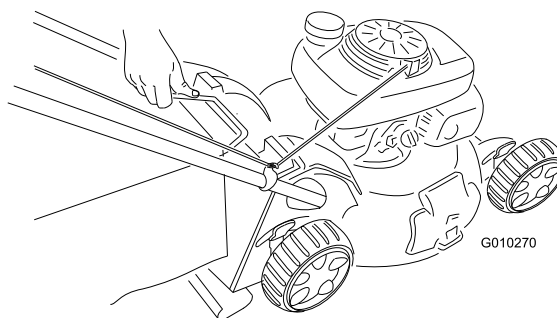

Figura 30
2. Sollevate la maniglia del cesto di raccolta estraendola dalle scanalature presenti sulla parte superiore del tosaerba e staccare il cesto dalla macchina (Figura 30).